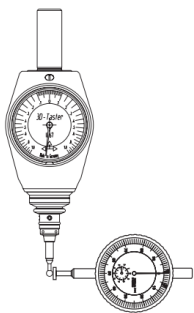

Fig. 2
- Réglez l'indicateur sur zéro (Fig. 2)